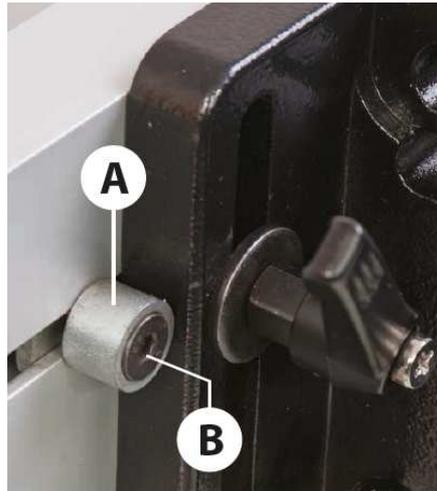

Fig. 8
Faites glisser le guide (F) jusqu'en butée contre le boîtier du système d'inclinaison (E), puis serrez les poignées Jacquard. Butée du guide (A), vis hexagonale de serrage de la butée du guide (B), voir Fig. 8.